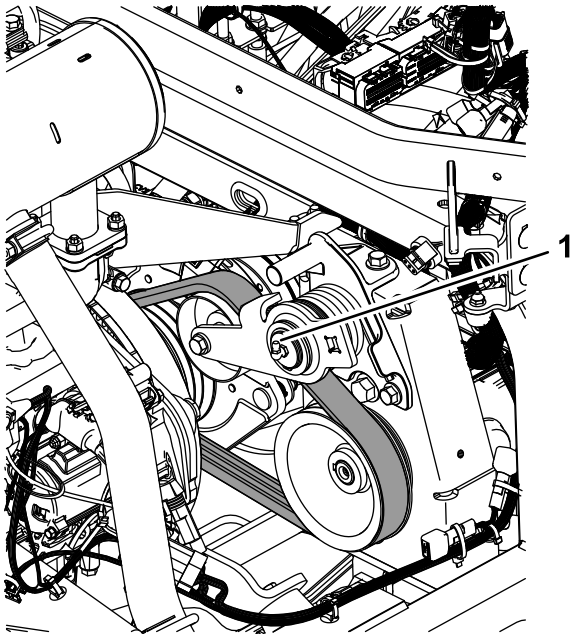

Figura 43
- Brazo de la polea tensora (Figura 43)